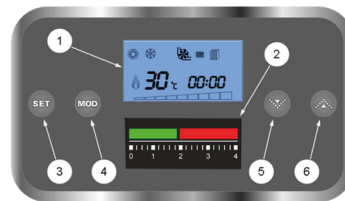

Рис. 5 Панель управления котлом
- Проверьте по манометру (См. Рис. 5) на панели управления электрокотлом давление теплоносителя в электрокотле и СО.